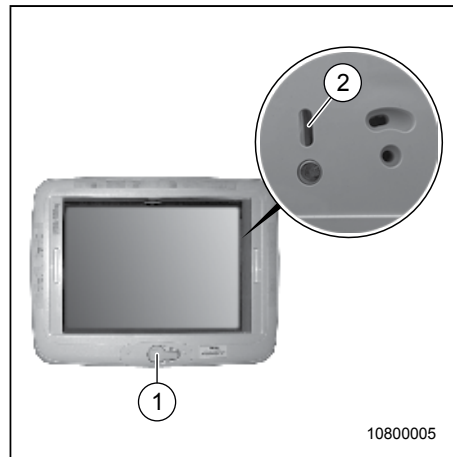

Fig. 46 Toit ouvrant à manivelle
1. Sortir la manivelle (Fig. 46, Pos. 1) du creux en la rabattant.
2. Tourner la manivelle (Fig. 46, Pos. 1) dans le sens indiqué sur le manche de la manivelle et amener le toit ouvrant sur la position souhaitée.
3. Rabattre la manivelle (Fig. 46, Pos. 1) dans le creux.
2. Tourner la manivelle (Fig. 46, Pos. 1) dans le sens indiqué sur le manche jusqu'à ce que le toit ouvrant soit fermé.
3. Pour verrouiller totalement le toit ouvrant, tourner la manivelle (Fig. 46, Pos. 1) jusqu'à ce que l'on voit le trait rouge dans l'ouverture de contrôle (Fig. 46, Pos. 2).
5. Rabattre la manivelle (Fig. 46, Pos. 1) dans le creux.